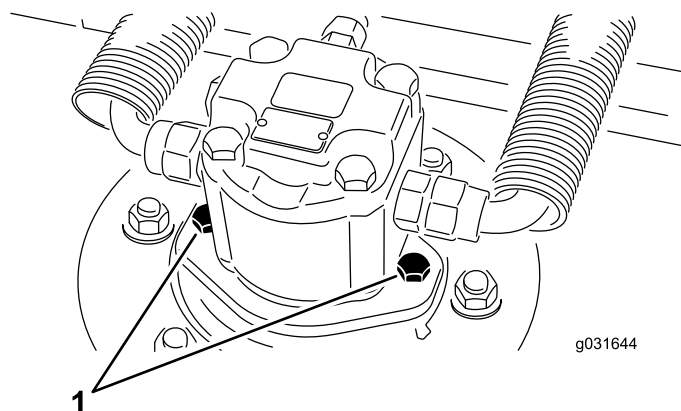

Рисунок 68
2. Выверните крепежные винты гидроцилиндра, отсоедините и снимите гидроцилиндр с деки (Рисунок 68).
4. Установите гидроцилиндр на деку при помощи крепежных винтов (Рисунок 68).